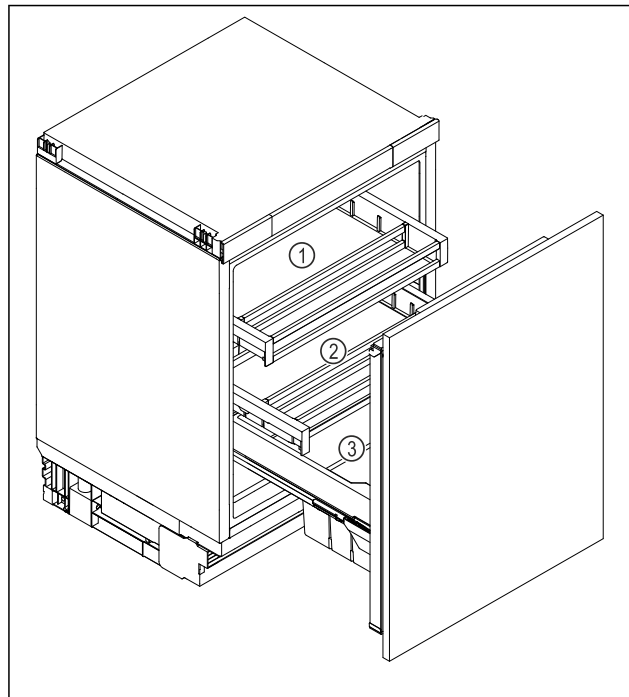

Fig. 48 Ilustrační zobrazení
- ▶ Horní zásuvka Fig. 48 (1): Máslo, sýry, konzervy a tuby.
- ▶ Spodní zásuvka Fig. 48 (2): Skladujte potraviny, které se snadno kazí, jako hotová jídla, ryby, maso a uzeniny.
- ▶ Zásuvka na ovoce a zeleninu Fig. 48 (3): Skladujte zabalené ovoce a zeleninu.
- ▶ Příhrádka na nápoje Fig. 48 (3): Skladujte jednotlivé láhve.